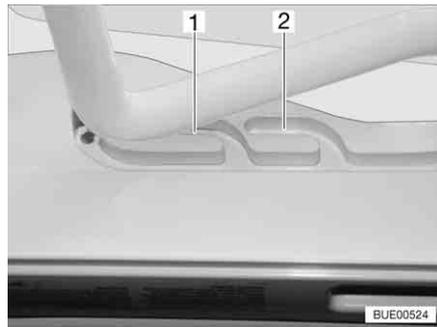
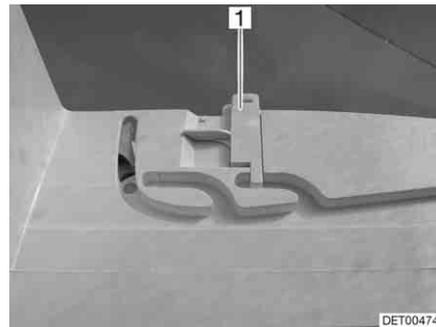

Fig. 69 Oblò Heki in posizione di ricircolo d'aria
Fig. 70 Bloccaggio della posizione di ricircolo d'aria
È possibile portare l'oblò Heki in due posizioni di ricircolo d'aria: Posizione brutto tempo (Fig. 69,1) e posizione centrale (Fig. 69,2). A seconda del modello, l'oblò può essere bloccato sulla posizione centrale del suo telaio con i due chiavistelli (Fig. 70,1) di sinistra e destra.
- Premere la staffa leggermente verso l'alto, spingerla nella guida selezionata (Fig. 69,1 o 2) ed eventualmente bloccarla.